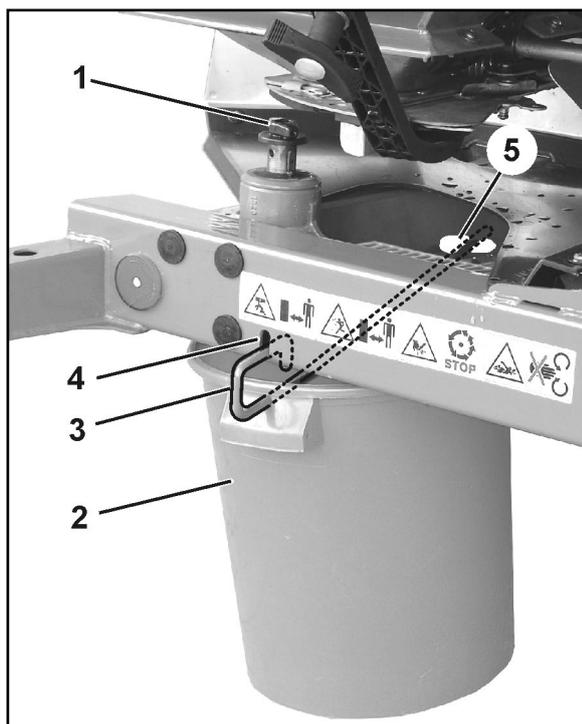

Fig. 49
Flügelschraube (Fig. 49/1) zur Befestigung der Streuscheibe herausschrauben und Streuscheibe von Getriebewelle abziehen.
2. Auffangbehälter (Fig. 49/2) mittels Bügel (Fig. 49/3) in die Aufnahmen (Fig. 49/4 und Fig. 49/5) am Rahmen einhängen.